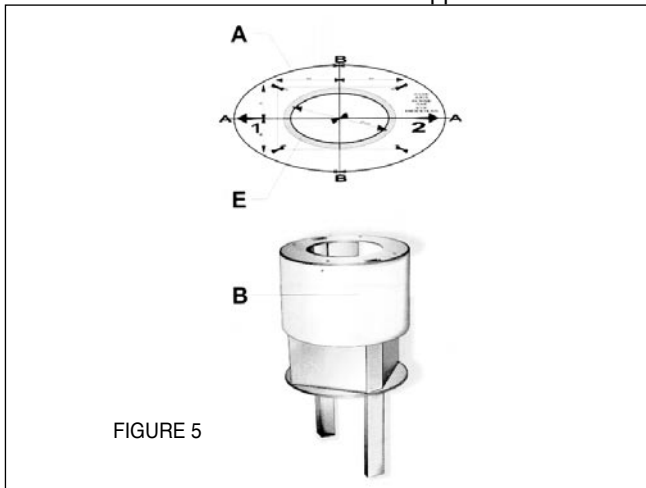

FIGURE 5
3. A template (**Item A in Figure 5**) for mounting the support is supplied in the carton with the support. Use this template to mark holes for support on the ceiling. The chimney must be disassembled to reveal the support. The Upper Chimney (**Item B in Figure 5**) is held in place by two screws which must be removed.
4. Determine and make necessary cuts for the ductwork. The duct opening is shown on the mounting template (**Item E in Figure 5**). Install ductwork before mounting the support.
3. Un gabarit (**A de la FIGURE 5**) pour installer le support est fourni avec ce dernier. Utiliser ce gabarit pour marquer les trous du support au plafond. La cheminée doit être démontée pour voir le support. La cheminée supérieure (**B de la FIGURE 5**) est maintenue en place par deux vis qui doivent être retirées.